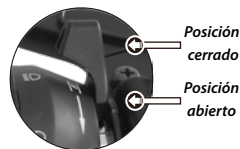

Imagen 32. Ahogador.
8. Colocar la palanca del ahogador en posición abierto (ver imagen 32).
11. Colocar la palanca del ahogador en posición cerrado (ver imagen 32).